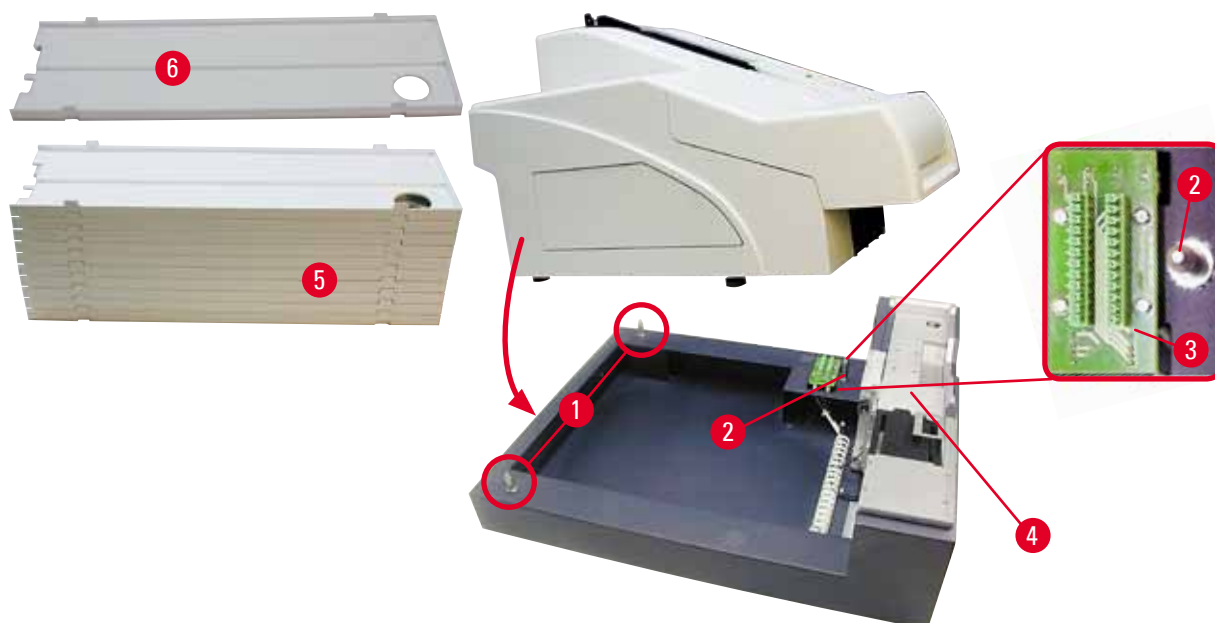

Fig. 12
3. Segure a impressora em ambos os lados (direito e esquerdo) e a coloque de modo que os dois parafusos traseiros (→ "Fig. 12-1") encaixem na placa de base primeiro, como mostrado em (→ "Fig. 12").